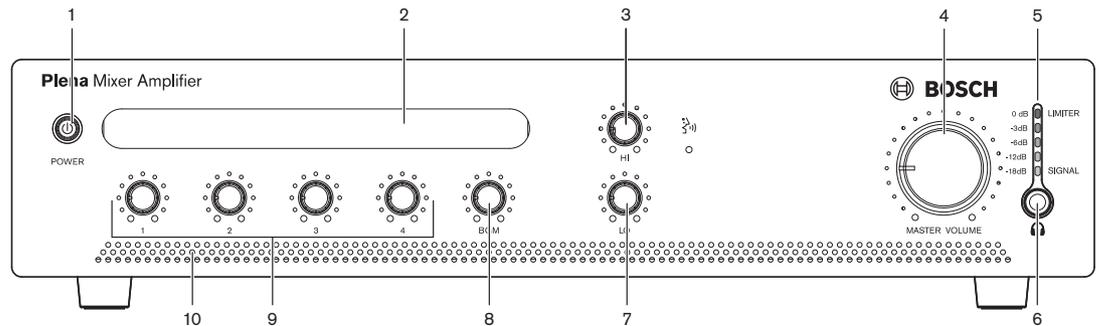

Figura 8.1 Painel frontal
1. Coloque o botão Power (1) na parte dianteira da unidade na posição de ligado - para dentro (consulte a *Figura 8.1*).
1. Coloque o botão Power (1) na parte dianteira da unidade na posição de desligado - para fora (consulte a *Figura 8.1*).
Utilize os controlos de tom Hi (agudos) e Lo (graves) (consulte *Figura 8.1*, números 3 e 7) para alterar a tonalidade.